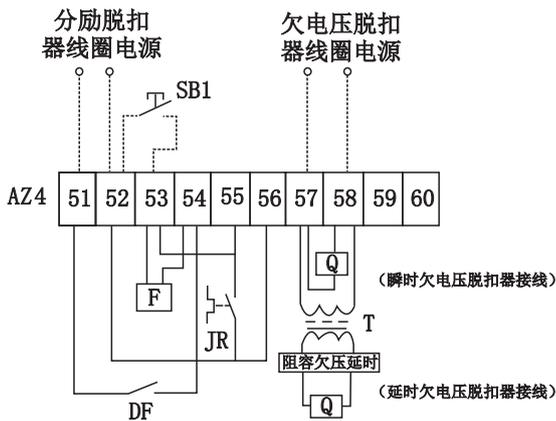
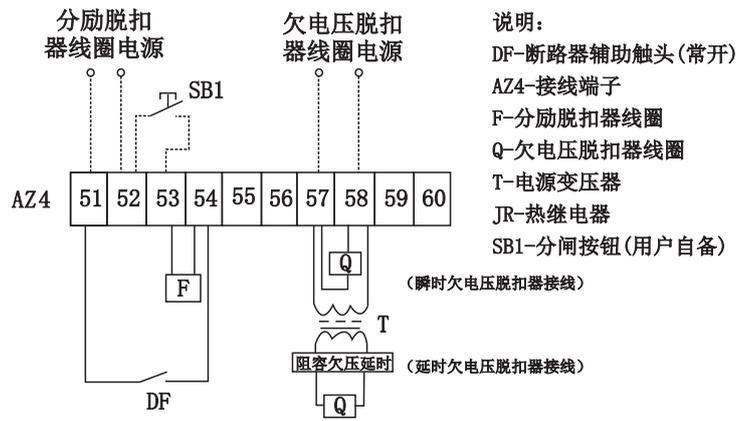

图9a DW15 热-电磁型断路器二次回路接线图
图9b DW15 电磁型断路器二次回路接线图
a) 热-电磁型断路器二次回路接线图见图9a, 电磁型断路器二次回路接线图见图9b。